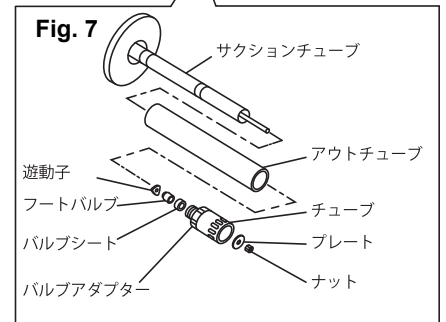

Fig. 7
- 6) アウトチューブを引き出します。もし、バルブアダプターのみ外れてしまう場合は、プレートを固定しているナットのネジを戻し、プレートを外してください。その後、アウトチューブを外し、サクシオンチューブのローレット部分にパイプレンチを掛けてねじ戻します。そして、前5)項と同様ピンを抜きユニオンのネジを戻すと下ポンプが分離できます。(Fig. 7)